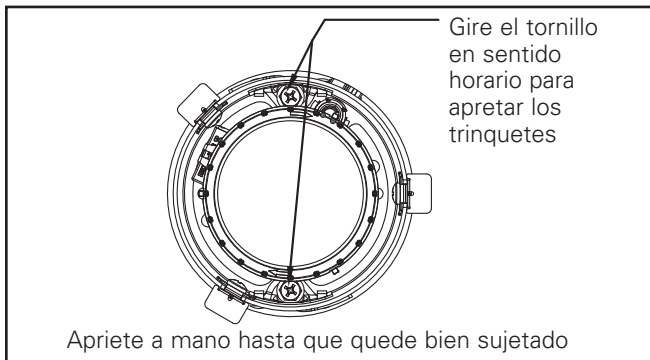

Figura 4
8. Gire ambos tornillos de trinquete en el sentido horario hasta que sujeten el módulo al techo (consulte la figura 4). NO apriete demasiado los tornillos. Ajústelos sólo manualmente.